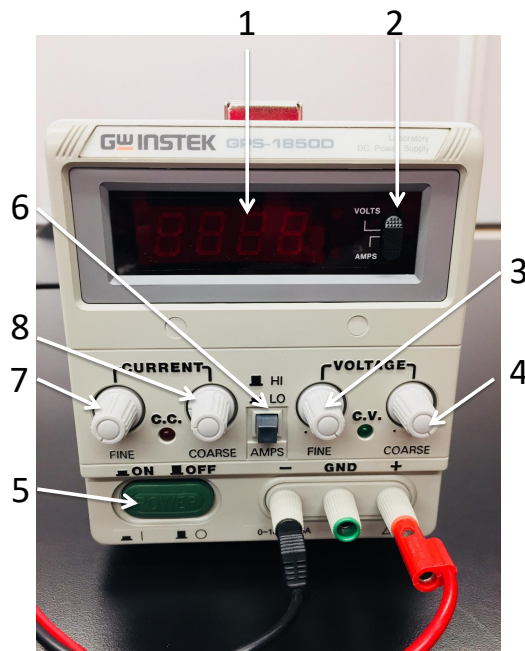

Figure 6: Source de courant
4. Avant d'allumer la source de courant, assurez-vous que les deux boutons du voltage soient en position du voltage le plus élevé, c'est-à-dire tournés vers la droite (ces boutons sont situés sur le côté droit de l'appareil, #3 et #4 à la Figure 6). Vérifiez aussi que l'appareil soit ajusté à la petite échelle du courant en vous assurant que le bouton #6 soit à la position enfoncée.
5. Branchez la source de courant et appuyez sur le commutateur vert (#13 à la Figure 6) pour mettre l'appareil en marche. Vérifiez que l'affichage soit au mode AMPS (#2 à la Figure 6).